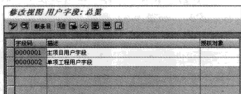
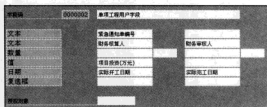

图 9-26 “修改视图用户字段: 总览”界面
图 9-28 单项工程用户字段细节修改界面
STEP 1 在命令栏输入 SPRO 命令, 通过菜单选择“项目系统→结构→实施结构→工作分解结构 (WBS)→用户接口设置→为 WBS 元素创建用户定义字段”选项, 弹出“修改视图用户字段: 总览”界面, 如图 9-26 所示。在此界面中, 可以新增、删除 WBS 元素用户定义层次, 例如本例中就将 WBS 元素分为了两层: “主项目用户字段”层和“单项工程用户字段”层。
STEP 3 同样, 在图 9-26 中双击“单项工程用户字段”选项, 进入单项工程用户字段细节修改界面, 如图 9-28 所示。在此界面中, 可以对单项工程用户字段进行更改。例如本例中设置“实际开工日期”、“实际完工日期”用户字段, 类型为“日期”。